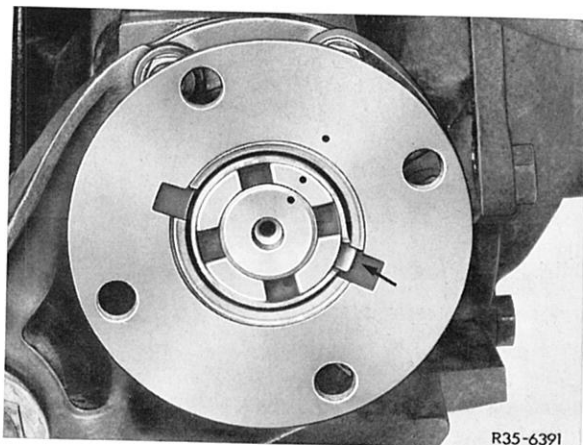

Bild 35-11/29
37 Einstellvorrichtung (1) samt Meßuhrenhalter (2) und eingestellter Meßuhr wieder in das Hinterachsgehäuse (8) einsetzen und das Einstellmaß des Antriebskegelrades (7) überprüfen (Bild 35-11/28).